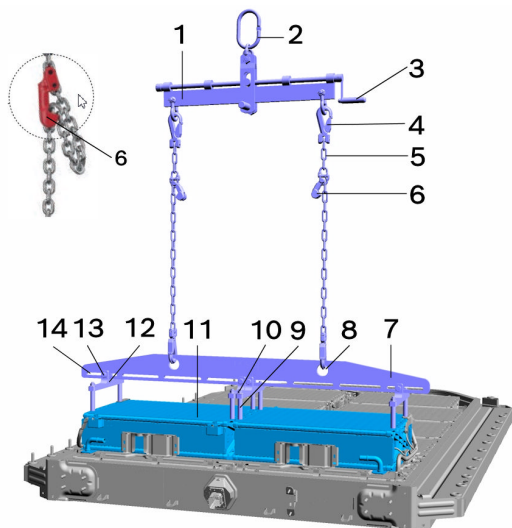

Figure 7: Levage de deux modules de batterie
2. Utiliser les crochets raccourcisseurs (6) pour ajuster la longueur des élingues en chaîne (5) comme sur la Figure 7.